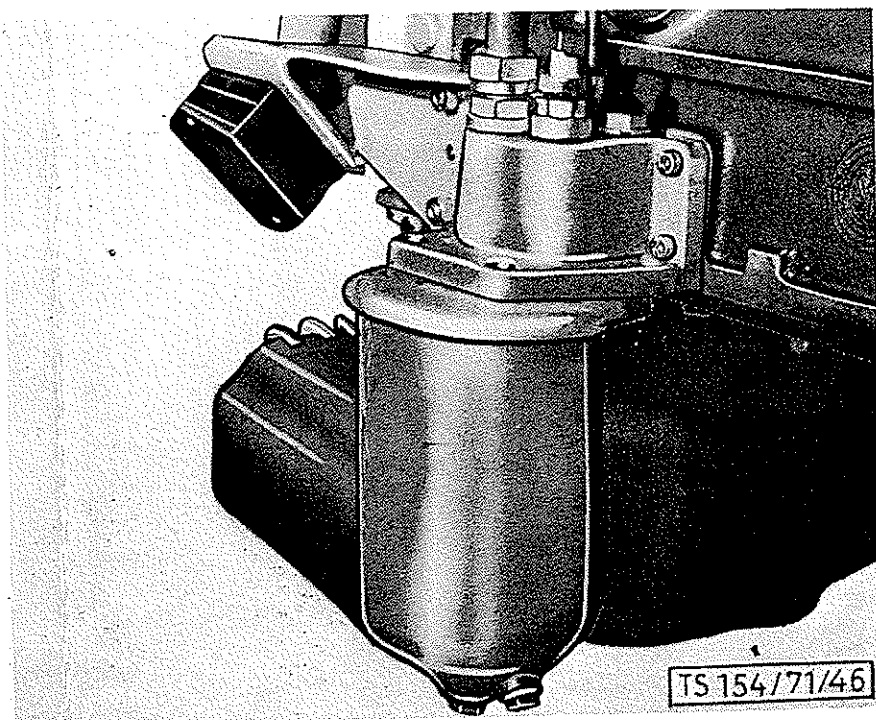

Bild 28
6.02 REINIGUNG DES ÖLFILTERS (Bild.28)